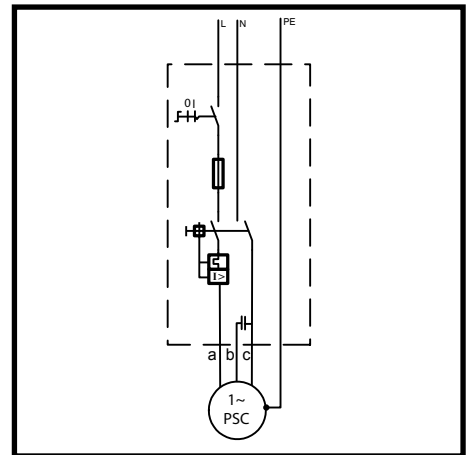

Fig.: 18
4. Allacciamento Super Stainless PSC (fig.: 18)